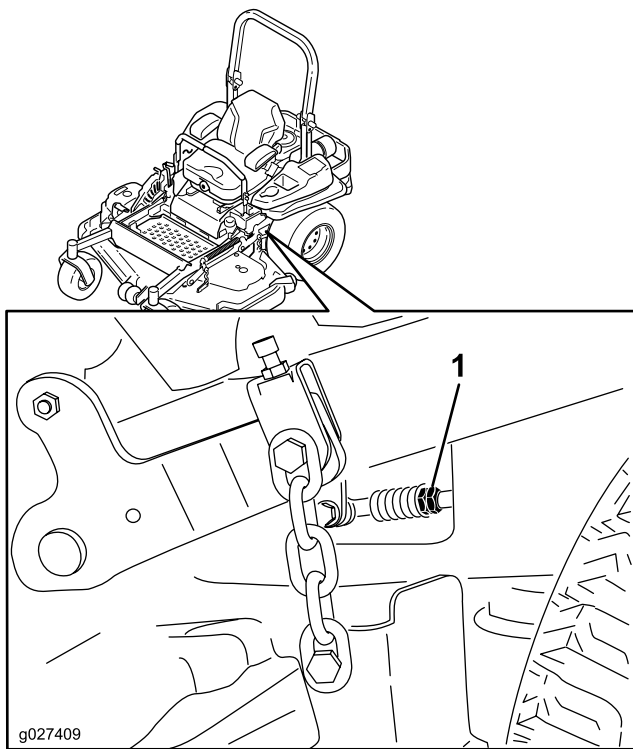

Figura 83
10. Ajuste la longitud de las varillas de control de las bombas girando las tuercas dobles de la varilla en el sentido apropiado, hasta que las ruedas se muevan ligeramente en marcha atrás (Figura 83).